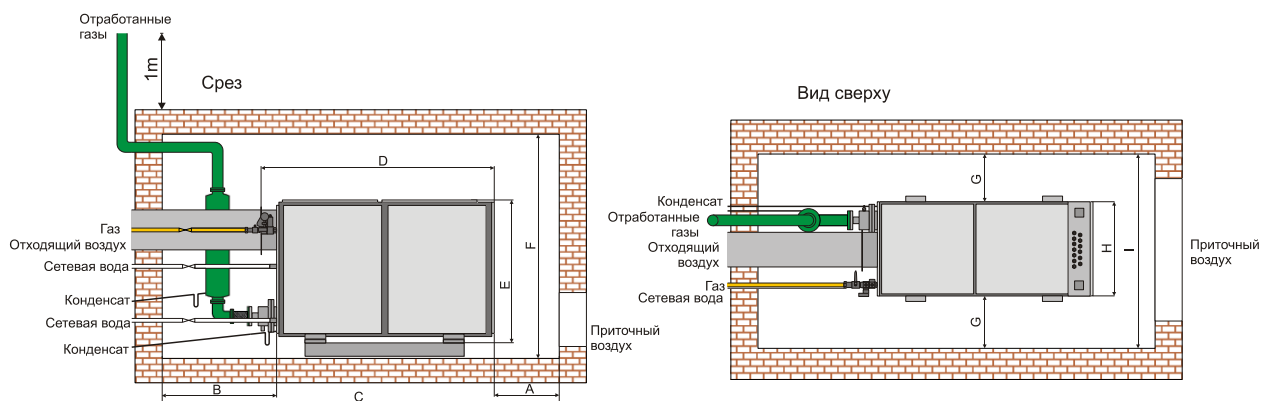

Рис. 7 Образцы монтажного плана – Изображение без арматуры и оборудования для безопасности (размеры в мм)
- Для управления и техобслуживания необходимо оставлять свободное пространство с размером в свету согл. монтажному плану на стр. 27 Рис. 7.